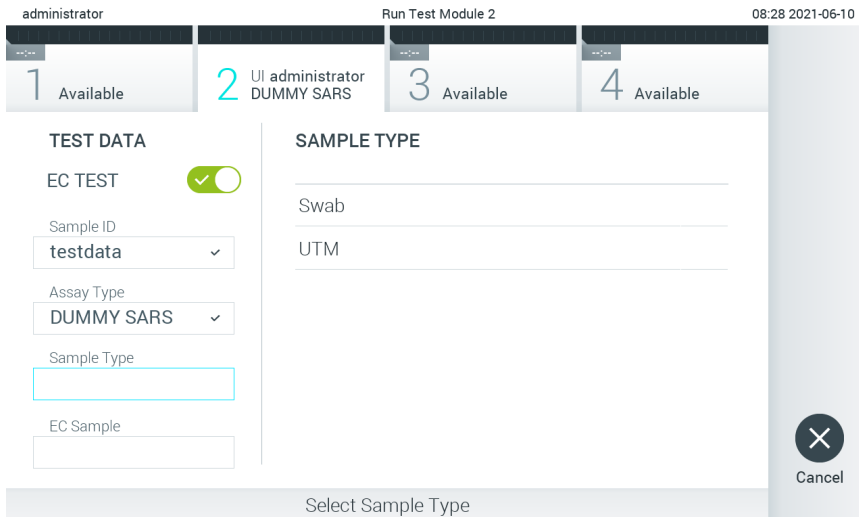

Figura 91. Escolher um tipo de amostra.
- Se necessário, seleccione o tipo de amostra adequado a partir da lista (Figura 91).